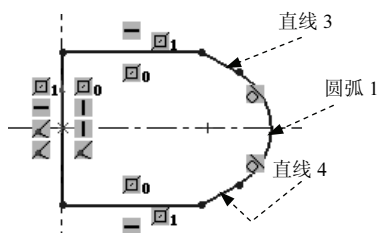

图 2.12.10 添加“相切”约束
Step 6 添加图 2.12.10 所示的“相切”约束。按住 Ctrl 键，选取图 2.12.10 所示的直线 3 和圆弧 1，系统弹出“属性”对话框，在 **添加几何关系** 区域中单击 **相切(A)** 按钮；按住 Ctrl 键，选取图 2.12.10 所示的直线 4 和圆弧 1，系统弹出“属性”对话框，在 **添加几何关系** 区域中单击 **相切(A)** 按钮。